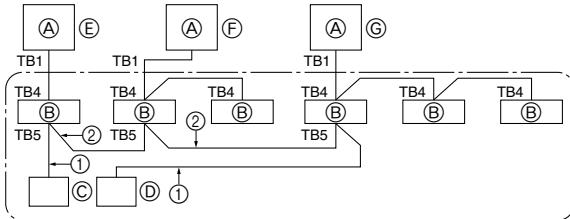

Fig. 10-1
④ Отключите питание (автоматическим выключателем).
10. Управление системой (Fig. 10-1)